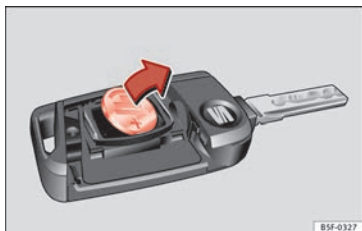

Fig. 126 Clé du véhicule : retirez la pile.
- Retirez la pile du compartiment à l'aide d'un objet fin approprié » fig. 126.
- Placez la pile neuve comme indiqué » fig. 126 et appuyez-la contre le logement des piles dans le sens contraire de la flèche » ②.